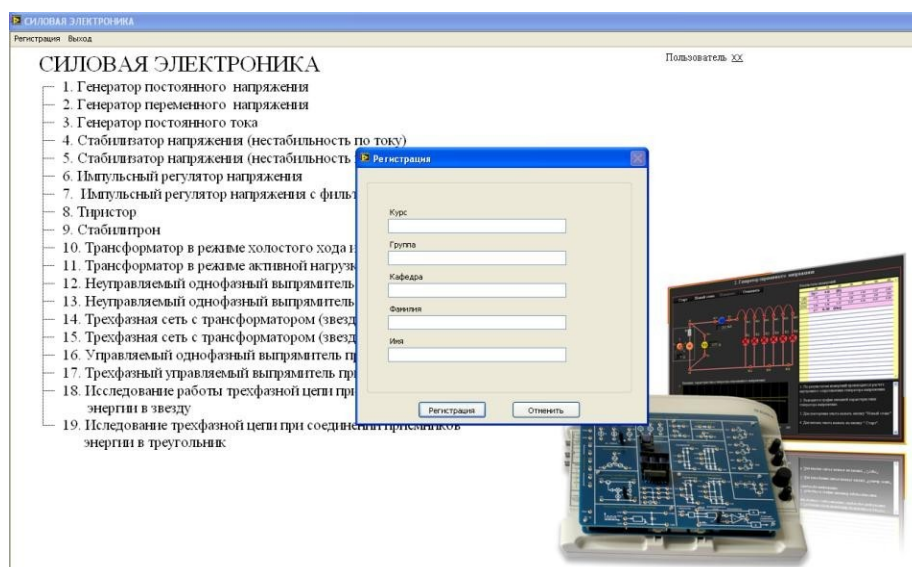

Рисунок 3.14 – Окно регистрации
При выборе этого пункта меню откроется окно регистрации (рисунок 3.14). Введите в соответствующие поля курс, группу, кафедру, имя и фамилию, а затем нажмите кнопку **РЕГИСТРАЦИЯ**. Недопустимо использовать в полях тексты в юникоде, а также символы '?', '/', '\', '|', '*', '&', '<', '>', '+', '=', ':', ' '.
3. Из главного меню (рисунок 3.14) двойным щелчком выберите эксперимент «Исследование работы трехфазной цепи при соединении потребителей энергии в звезду». На рисунке 3.15 показан пример окно данного эксперимента, в правом нижнем углу открывшейся лицевой панели представлены подробные инструкции по выполнению.
3. Из главного меню (рисунок 3.14) двойным щелчком выберите эксперимент «Исследование работы трехфазной цепи при соединении приемников энергии в треугольник». На рисунке 3.23 показан пример окно данного эксперимента.